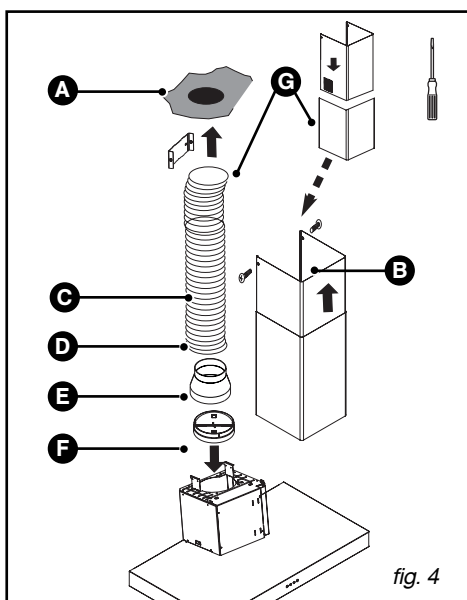

fig. 4
– Emboîtez l'extrémité de la gaine sur la sortie moteur (fig.4)
– Préparez votre cheminée télescopique en prenant soin de dissimuler les ouïes (fig. 4). Emboîter les cheminées l'une dans l'autre au maximum.
– Fixez la partie supérieure de la cheminée (B / fig.4) sur le support cheminée métallique (A / fig.4) avec les deux vis (G / fig.4).